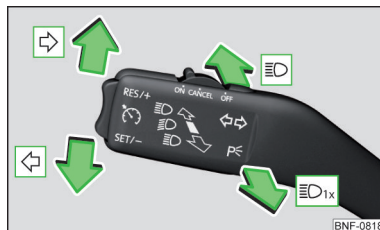

Fig. 41
Posizioni della leva di comando » fig. 41
- Premere la leva di comando fino all'arresto in posizione $\Rightarrow$ o $\Leftarrow$ » fig. 41 a pag. 48.